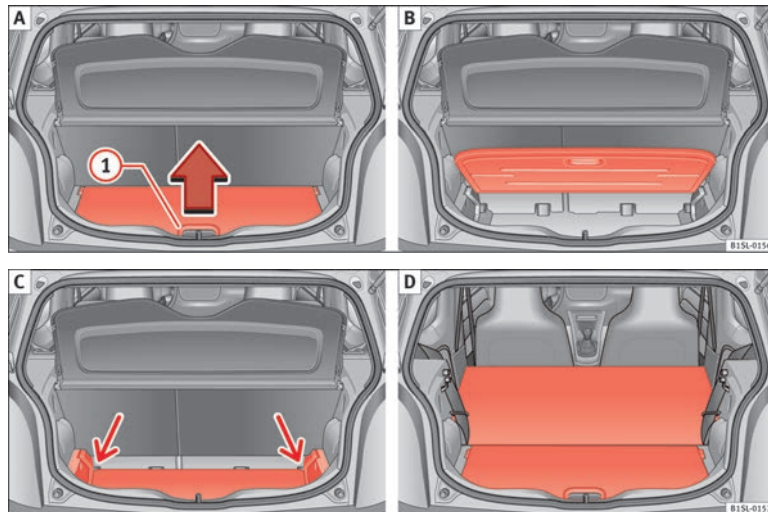

Abb. 69 A: variablen Gepäckraumboden öffnen.
- Um den Gepäckraumboden *hochzuklappen*, heben Sie den Zuggriff ⇒ Abb. 69 **1** in Pfeilrichtung an und ziehen Sie den Boden ganz nach oben ⇒ Abb. 69 **B**.